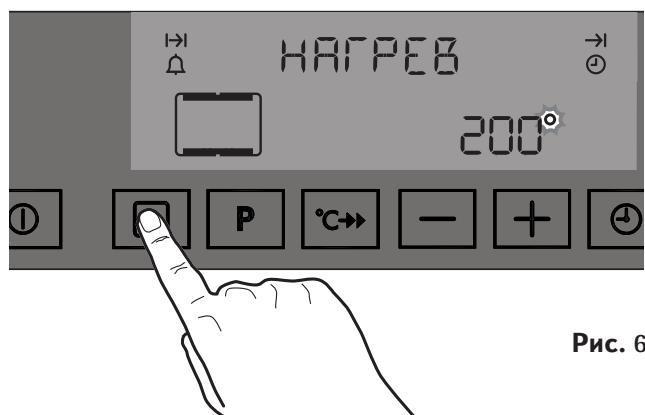

Рис. 6
3. Дважды коснитесь клавиши “Функция приготовления” **□** и выберите функцию “Нагрев” **□** (Рис. 6).